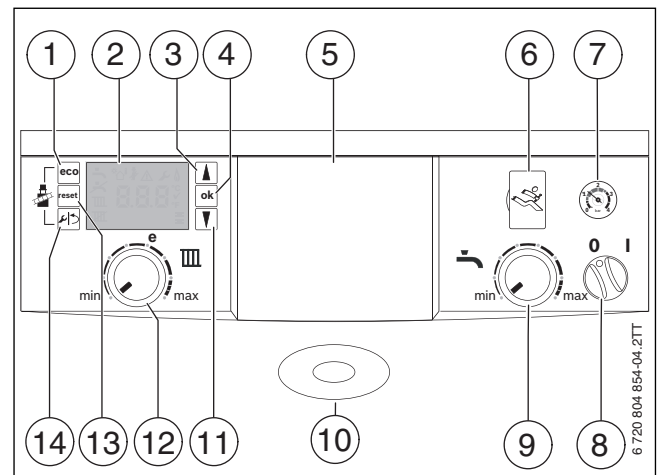

Fig. 34 Pannello di comando con sportello del pannello di comando aperto
- ▶ Accendere l'apparecchio dall'interruttore on/off → fig. 34, [8]. Il display si illumina e viene visualizzata la temperatura dell'apparecchio.
- ▶ Impostare la temperatura dell'acqua calda sanitaria tramite il selettore di temperatura dell'acqua calda sanitaria → fig. 34, [9].
- ▶ Prendere nota dell'impostazione del selettore della temperatura di mandata → fig. 34, [12].